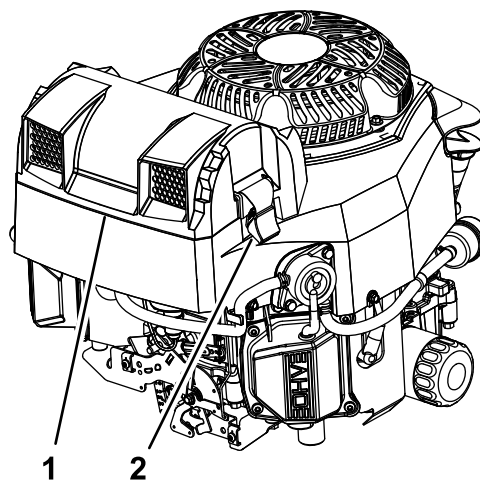

Figure 18
2. Déposez le couvercle pour accéder aux éléments filtrants (Figure 18).
3. Reposez le couvercle et fixez-le avec les verrous (Figure 18).